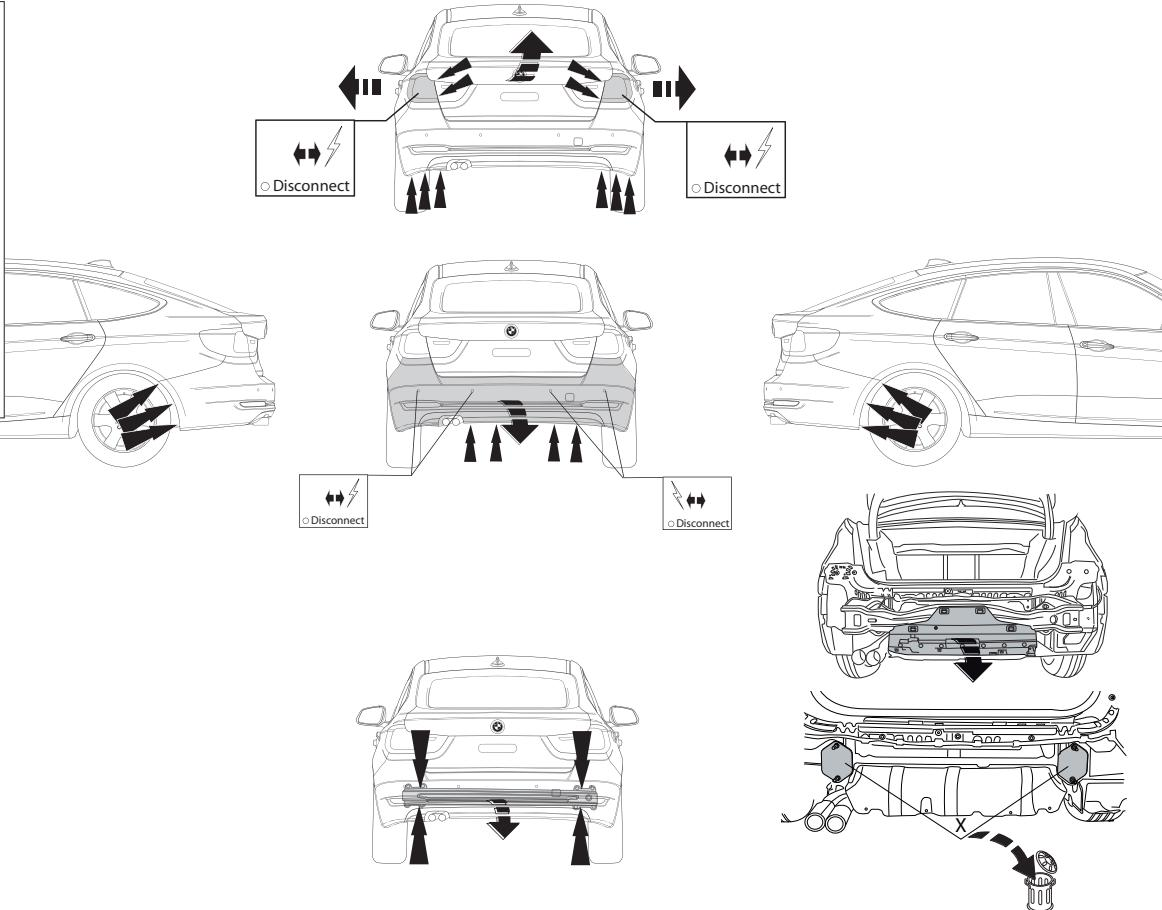

Fig.1
2. Снять бампер вместе со стальным буферным бруском автомобиля, снять пластмассовый корпус с металлического буферного бруса. Буферный брус больше не понадобится. По мере необходимости, удалить наклейки на местах крепления Х. См. рисунок 1.